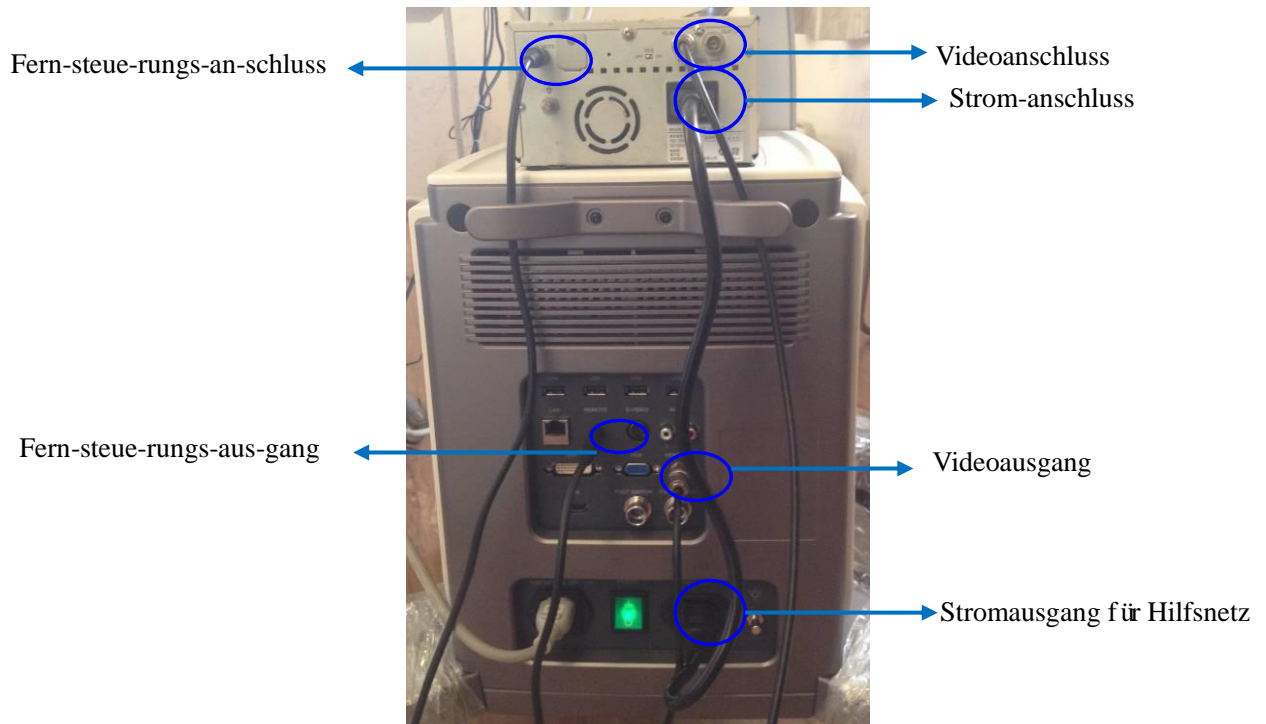

Abb. 3-3
- 1) Es werden drei Kabel benötigt: ein Fernsteuerungskabel, ein Videosignal-Kabel, ein Stromkabel. Siehe Abbildung 3.3.
- 2) Stecken Sie das Fernsteuerungskabel in die Fernsteuerungsanschlussstelle auf der Rückwand des Ultraschallsystems. Siehe Bild in Abb. 3-3.
- 3) Stecken Sie das Videosignalkabel in die Videoanschlussstelle auf der Rückwand des Ultraschallsystems. Siehe Bild in Abb. 3-3.
- 4) Stecken Sie das Stromkabel in die Stromsteckdose des Hilfsstromnetzes auf der Rückwand des Ultraschallsystems. Siehe Bild in Abb.3-3.